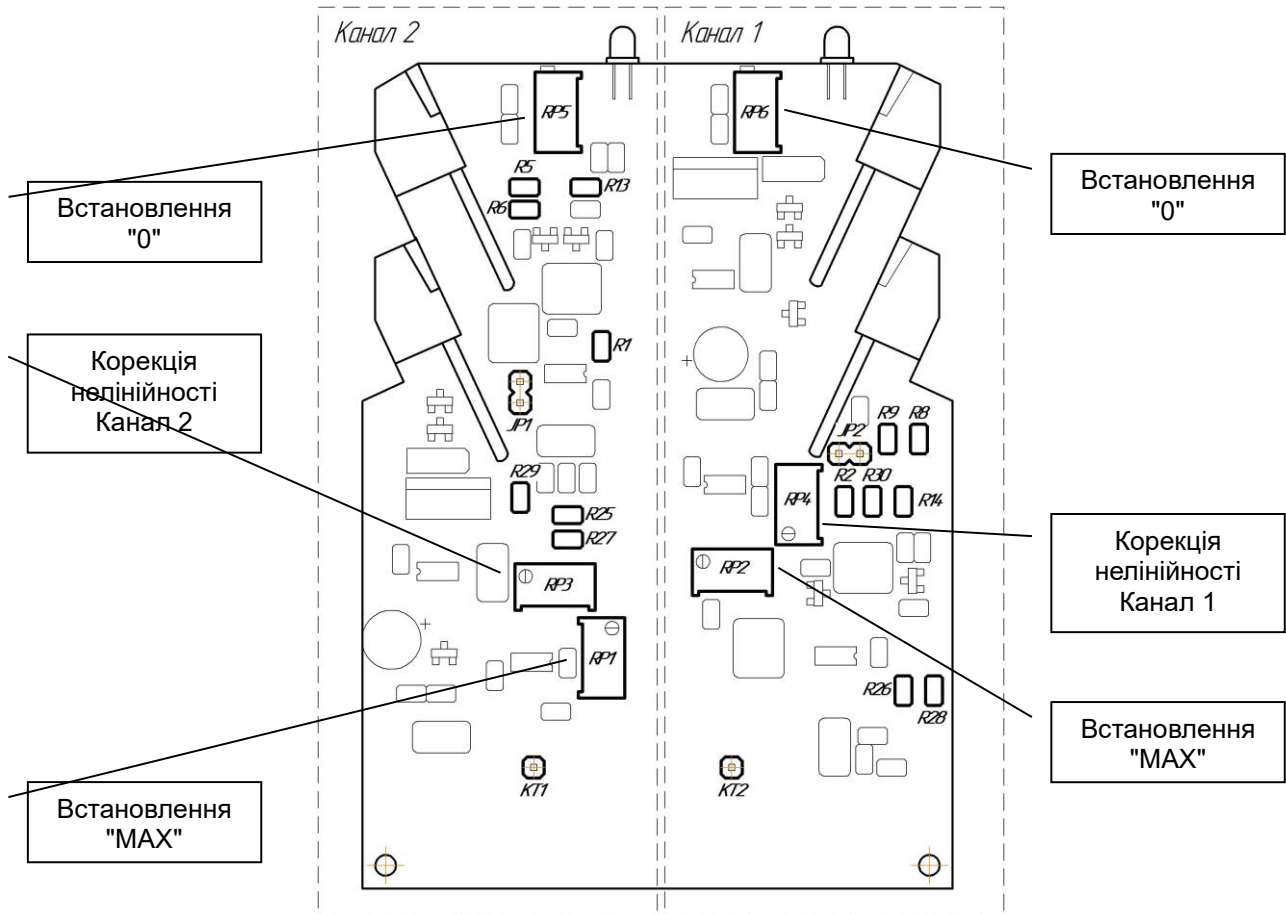

Рисунок 3.1– Схема розташування органів регулювання та елементів налаштування блоків БПО-430/БПО-432
3.2.3 При необхідності перенастроювання блоку БПО-430/БПО-432 на інші вхідні сигнали використовуйте рисунок 3.1 та таблиці 3.1 та 3.2.